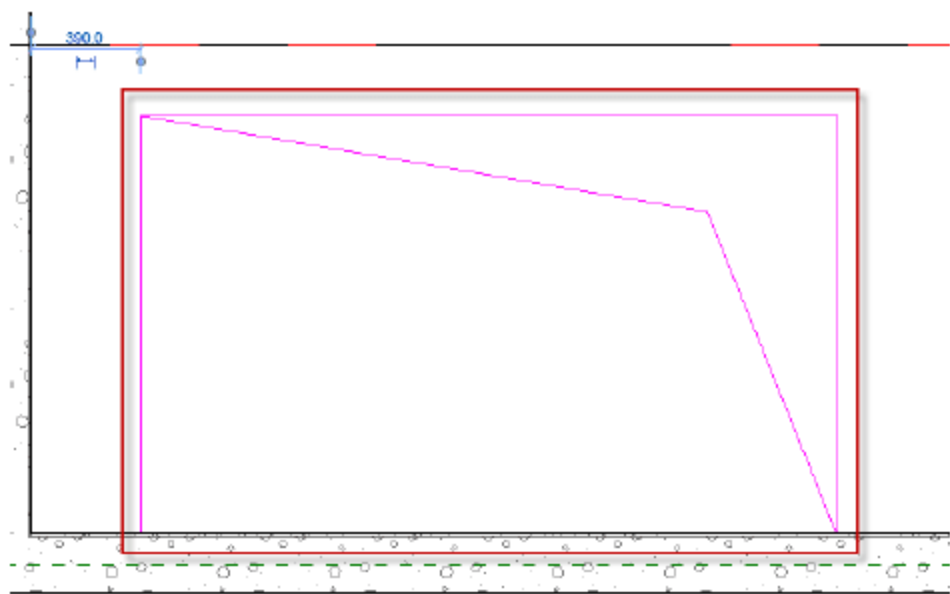
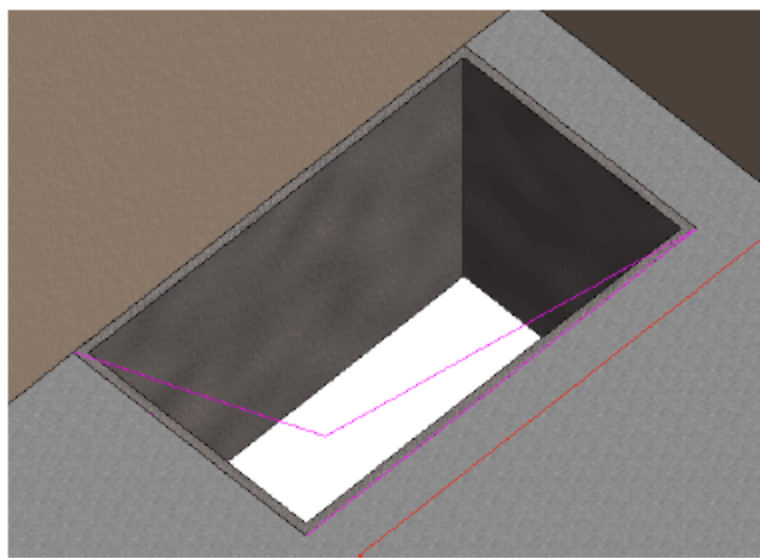

图 9.2.29 完成“2500×1500×1600 排水井”的绘制
图 9.2.30 3D 效果图
(8) 完成“2500×1500×1600 排水井”的绘制,如图 9.2.29 所示,3D 效果如图 9.2.30 所示。